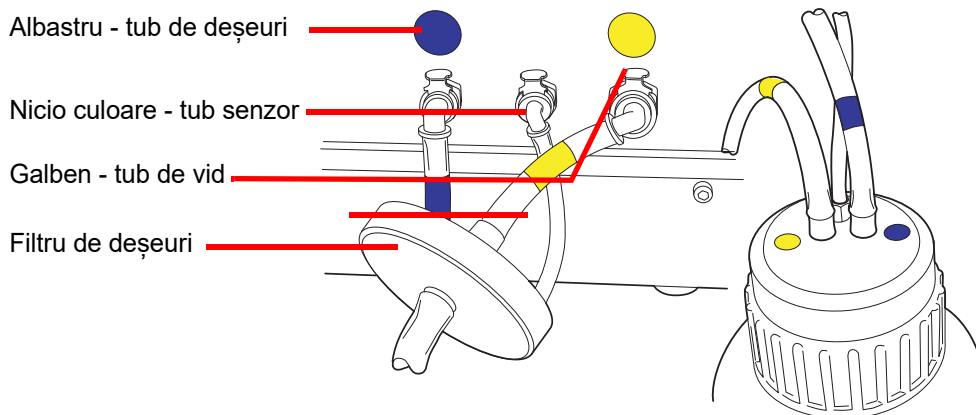

Figura 2-2 Conectorii tuburilor sticlei pentru deșeuri
3. Localizați cele trei conexiuni ale sticlei pentru deșeuri din spatele procesorului ThinPrep 5000. Consultați Figura 2-2. Asigurați-vă că butoanele conectorilor sunt îndreptate în jos/spre interior.